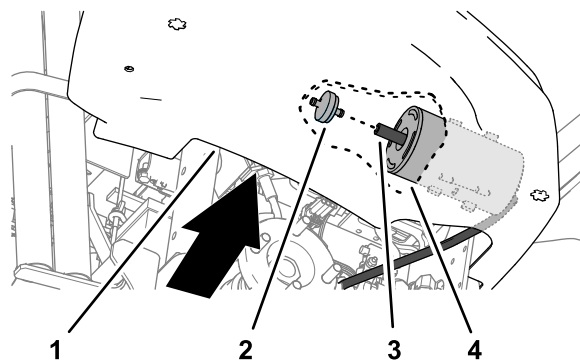

Рисунок 32
- Протянув руку вокруг нижней внутренней кромки консоли, потяните фильтр бачка с активированным углем назад и от шланга на конце бачка с активированным углем (Рисунок 32).
- Вставьте новый фильтр бачка с активированным углем в шланг на конце бачка с активированным углем (Рисунок 32).